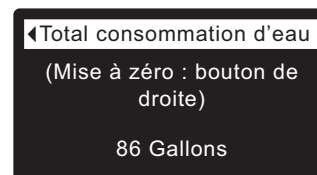

FIG. 68
6. L'écran **Total consommation d'eau** (cf. Figure 68) présente le volume d'eau consommée depuis sa dernière mise à zéro (fonction similaire à celle de l'odomètre journalier d'un véhicule); appuyez sur le bouton de DROITE (►) lors de l'affichage de l'écran pour le zéroter.